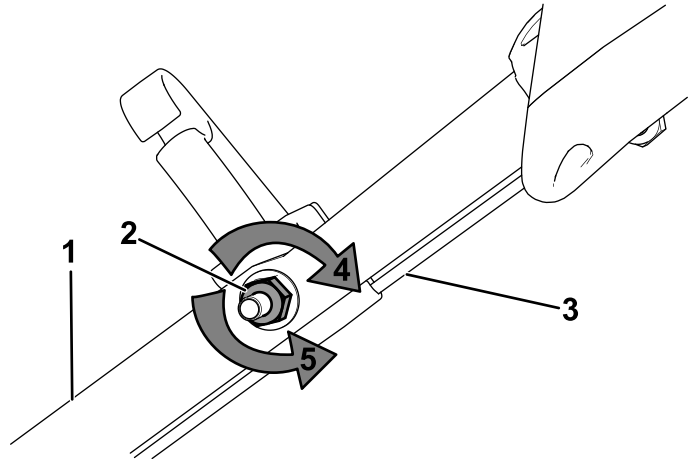

Bild 29
- Drehen Sie die Einstellmutter nach links, um die Seileinstellung zu lösen (Bild 29).
- Stellen Sie die Spannung des Seils (Bild 29) ein, indem Sie ihn zurückziehen oder nach vorne drücken und dann in dieser Stellung arretieren.